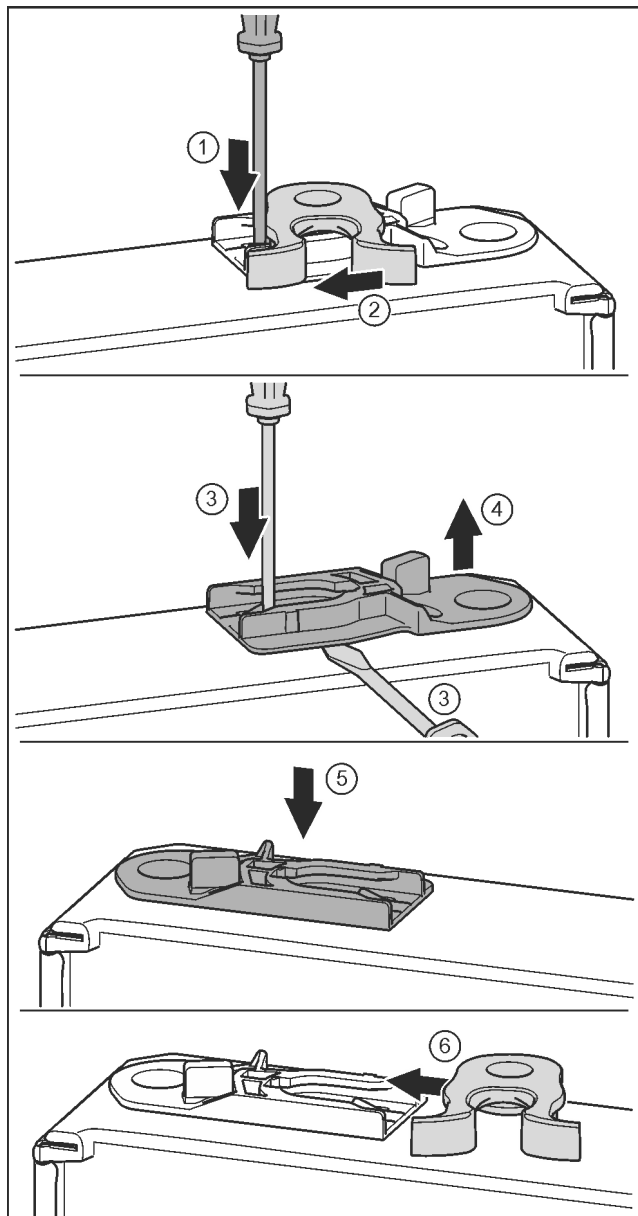

Fig. 19
- ▶ Apăsați în jos eclisa cu șurubelnița plată. Fig. 19 (1)
- ▶ Trageți cârligul de închidere din ghidaj. Fig. 19 (2)
- ▶ Scoateți bucșa de ghidaj: Apăsați eclisa cu șurubelnița plată și, concomitent, duceți-o cu șurubelnița plată sub bucșa de ghidaj. Fig. 19 (3, 4)
- ▶ Împingeți bucșa de ghidaj atașată în pachetul de livrare pe altă parte a carcasei. Fig. 19 (5)
- ▶ Împingeți cârligul de închidere în ghidaj. Fig. 19 (6)